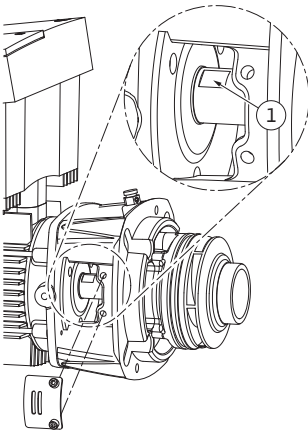

Fig. 54: 샤프트의 렌치 면
15. 오픈 엔드 렌치(너비가 22 mm인 렌치가 가장 적합함)를 랜턴 윈도우에 끼운 후 렌치 면의 샤프트를 단단히 잡으십시오(Fig. 54, 위치 1). 임펠러 너트(Fig. 7, 위치 15)를 돌려 빼십시오. 임펠러(Fig. 7, 위치 16)가 자동으로 샤프트에서 빠집니다.
- 24. 임펠러 설치 시 오픈 엔드 렌치(너비가 22 mm인 렌치가 가장 적합함)를 랜턴 윈도우에 끼운 후 렌치 면의 샤프트를 단단히 잡으십시오 (Fig. 54, 위치 1).